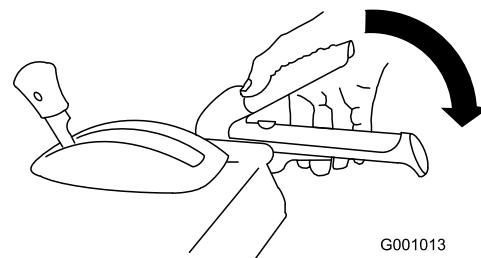

Рисунок 38
- Для включения привода шнека/крыльчатки прижмите правый рычаг (шнека/крыльчатки) к рукоятке (Рисунок 38).